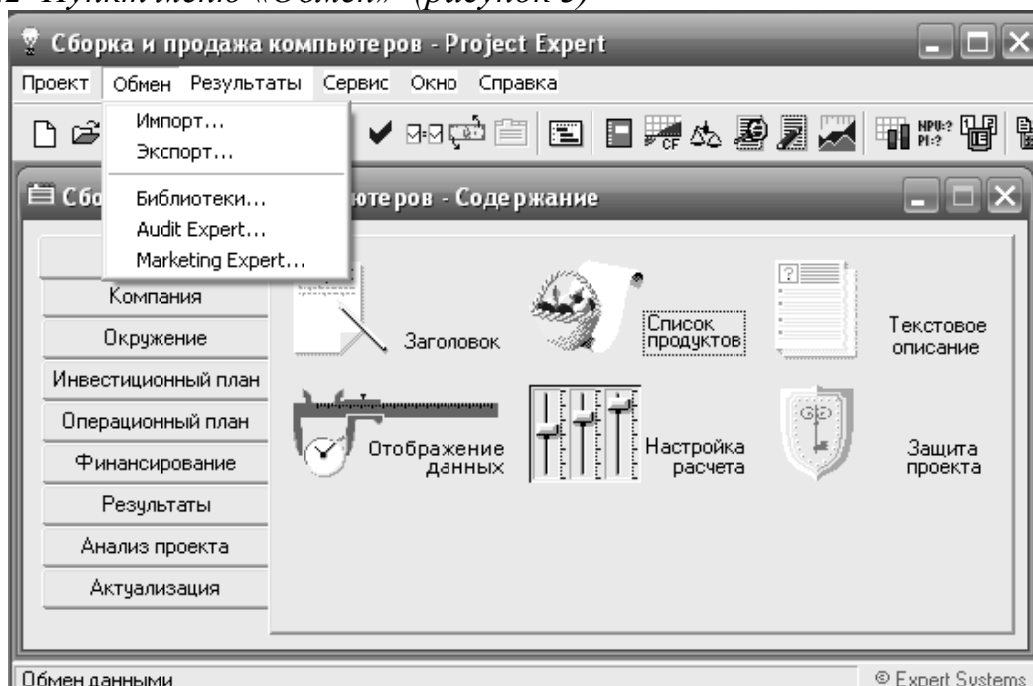

Рисунок 3 – Общий вид меню «Обмен»
3.2 Пункт меню «Обмен» (рисунок 3)